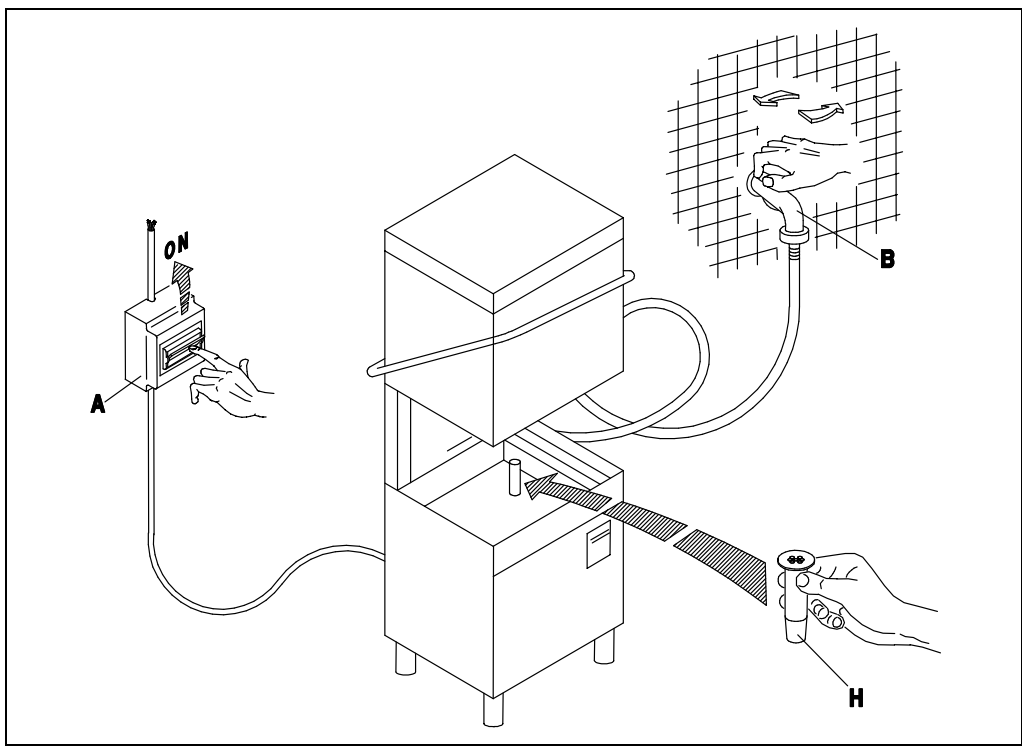

Fig. 3-1
- Aprire il rubinetto dell'acqua (B), inserire l'interruttore generale (A). Attivare l'interruttore principale dell'apparecchio (1), ne conseguirà l'accensione della spia (A) evidenziando che la macchina è sottoposta a tensione. A porta chiusa l'apparecchio si riempie d'acqua e alla fine del carico, si inseriscono automaticamente le resistenze della vasca e del boiler. Il funzionamento delle resistenze è reso visibile dall'accensione delle spie (D) ed (E). Quando entrambe le spie si spengono l'acqua avrà raggiunto le temperature impostate e l'apparecchio sarà pronto per iniziare il lavaggio. (fig. 3-1÷3-2)
- Turn on the water tap (B) and switch on the master switch (A). Turn the appliance ON switch (1), which will cause the warning light (A) to illuminate, indicating that the machine is live. When the door is closed the appliance fills with water. When it is full, the tub and boiler heating elements come on automatically. When the elements are activated, the warning lights (D) and (E) are illuminated. When both warning lights go out the water has reached the set temperature and the appliance is ready to begin the washing cycle. (fig. 3-1÷3-2)
- Öffnen Sie den Wasserhahn (B) und betätigen Sie den Hauptschalter (A). Beim Betätigen des Schalters (1) am Gläserspüler wird die Anzeige (A) aufleuchten, an der Sie erkennen können, daß die Maschine unter Spannung steht. Bei geschlossener Tür läuft Wasser in die Maschine; ist die nötige Wassermenge einmal erreicht, so schalten die Widerstände des Spülbehälter und des Boilers automatisch ein. Der Betrieb der Widerstände wird durch das Aufleuchten der Anzeigen (D) und (E) erkennbar. Beide Leuchtanzeigen erlöschen, wenn das Wasser eine vorbestimmte Temperatur erreicht hat, d. h. wenn der Gläserspüler betriebsbereit ist. (fig. 3-1÷3-2)
- Ouvrir le robinet (B) et insérer l'interrupteur général (A). Ouvrir l'interrupteur principal de l'appareil (1), le voyant (A) s'allumera ce qui signifie que la machine est branchée. L'appareil se remplit d'eau avec porte fermée et à la fin du chargement les éléments chauffants de la cuve et du boiler entrent automatiquement en action. Les voyants (D) et (E) s'allument quand les éléments chauffants fonctionnent. Les deux voyants s'éteignent dès que l'eau a atteint la température programmée et l'appareil est prêt pour commencer le lavage. (fig. 3-1÷3-2)
- Abrir el grifo del agua (B), conectar el interruptor general (A). Activar el interruptor principal del aparato (1); el encendido de la luz testigo (A) indica que la máquina está en tensión. Con puerta cerrada el aparato se llena de agua y cuando la carga esté terminada se conectarán automáticamente las resistencias del tanque y de la caldera. El funcionamiento de las resistencias es señalado por el encendido de las luces indicadores (D) y (E). Cuando ambas luces se apaguen, el agua habrá alcanzado la temperatura programada y el aparato estará listo para empezar el lavado. (fig. 3-1÷3-2)
- Abrir a torneira de água (B), acionar o interruptor geral (A). Acionar o interruptor principal do aparelho (1), a luz (A) se acende evidenciando que a máquina esta sob tensão. Uma vez fechada a porta se enche de água e no final, as resistencias do cuba e do boiler começam a funcionar automaticamente. As luzes (D) e (E) indicam o funcionamento das duas resistencias. Quando ambas se apagarem é porque a temperatura alcançou seu nível desejado e a máquina estará pronta para iniciar a lavagem. (fig. 3-1÷3-2)
- Draai de waterkraan (B) open en schakel de hoofschakelaar (A) in. Schakel de hoofschakelaar van het apparaat (1) in waarna het lampje (A) gaat branden waaruit blijkt dat de machine onder stroom staat. Als de deur dichtgedaan wordt, loopt het apparaat vol met water en na afloop van het vollopen worden de verwarmingselementen van de kuip en van de boiler automatisch ingeschakeld. De werking van de verwarmingselementen blijkt uit het feit dat de lampjes (D) en (E) gaan branden. Als allebei de lampjes uitgaan dan heeft het water de ingestelde temperatuur bereikt en is het apparaat klaar om met het afwasprogramma te beginnen. (Afb. 3-1 - 3-2)
- A riempimento avvenuto, aprire la porta (I) e introdurre il detersivo (ca. 2 gr. per litro di capacità della vasca). Inserire il cesto (L) carico e chiudere la porta (I). Selezionare il ciclo di lavaggio inserendo il pulsante (4) (ciclo breve (II) tasto premuto ÷ ciclo lungo (I) tasto rilasciato). A questo punto premere il pulsante START (3) (almeno per 2 secondi) e avrà inizio il ciclo di lavoro visualizzato dalla lampada spia (C): la fine del ciclo coincide con lo spegnimento di questa spia. Per spegnere la macchina si dovrà disinserire l'interruttore (1) portandolo nella posizione (0) spia (A) spenta. (Fig.3-1÷3-3).
- Lorsque le remplissage est terminé, ouvrir la porte (I) et verser le détersif (environ 2 g pour chaque litre remplissant la cuve). Introduire le panier (L) plein et fermer la porte (I). Sélectionner ensuite le cycle de lavage en actionnant le bouton-poussoir (4) (cycle court (II) touche enfoncée ÷ cycle long (I) touche relâchée). A ce stade, presser le bouton-poussoir START (3) (au moins 2 secondes) et le cycle de fonctionnement commencera, visualisé par la lampe-témoin (C). La fin du cycle coïncide avec l'extinction de ce voyant. Pour arrêter la machine, il faudra débrancher l'interrupteur (1) en le ramenant sur la position (0): lampe-témoin (A). (Fig.3-1÷3-3).
- Después del llenado, abra la puerta (I) y vierta el detergente (2 gramos aproximadamente por litro de capacidad de la cuba). Introduzca el cesto (L) carga y cierre la puerta (I). Seleccione el ciclo de lavado por medio del selector (4) (ciclo breve (II) tecla pulsada ÷ ciclo largo (I) tecla soltada). Pulse ahora START (3) (almenos durante 2 segundos) para arrancar el ciclo de trabajo: se enciende la luz testigo (C), que se apagará al final del ciclo. Para anagar la máquina desconecte el interruptor (1) posición 0, luz testigo (A) apagada. (Fig.3-1÷3-3).
- Doe na het vollopen de deur open (I) en doe er afwasmiddel in (ongeveer 2 g per liter inhoudscapaciteit van de kuip). Doe de beladen korf (L) erin en doe de deur (I) dicht. Stel het afwasprogramma in door op de knop (4) te drukken (kort programma (II) toets ingedrukt – lang programma (I) toets losgelaten). Druk nu op de START knop (3) waarna (minstens 2 seconden) het afwasprogramma zal beginnen dat aangegeven wordt door het controlelampje (C): het einde van het programma valt samen met het uitgaan van dit lampje. Om de machine uit te schakelen moet u de schakelaar (1) uitschakelen door hem op de stand (0) te zetten, lampje (A) uit (Afb. 3-1 ÷ 3-3).